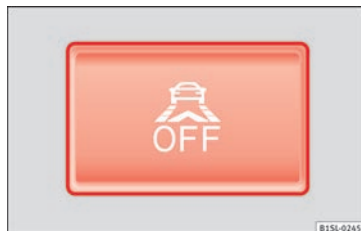

Bild 155 I den nedre delen av mittkonsolen: Knapp för City Safety Assist-funktionen.
» **bild 155.**
inom användningsområdet 5–30 km/h: City Safety Assist-funktionen har stängts av manuellt med knappen » **bild 155.**
Slå på City Safety Assist-funktionen manuellt med knappen » **bild 155.**
- Tryck på knappen » **bild 155** på mittkonsolen.